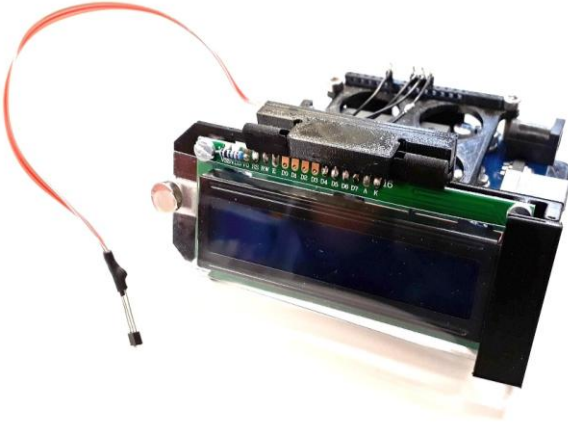

Abbildung 1: Arduino Hallsonde
In diesem Projekt (Abb.1) geht es um das Auslesen eines Hallsensors, das Umrechnen von Rohwerten in eine physikalische Größe, sowie das Ausgeben der Größe auf einem LC-Display.
- Arduino UNO mit Magnetfeld-Shield (Abb.1)